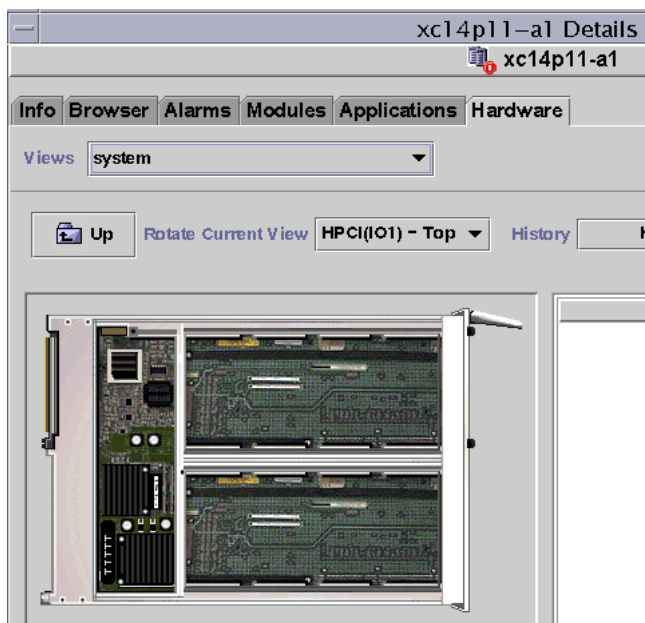

图 5-7 域物理视图中 HPCI 板的顶端
5. 单击 Sun Fire 15K/12K 域的底部插槽中的某一块 HPCI 板，以显示 HPCI 板的顶端的物理视图（图 5-7）。